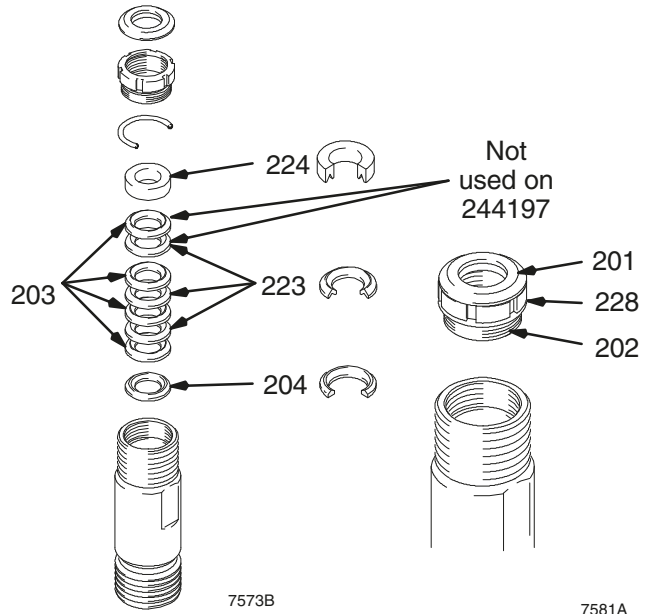

Рис. 11
Рис. 11. Перед сборкой замочите все кожаные уплотнения в масле SAE 30W как минимум на 1 час. Установите внутренний сальник (204). Либо набейте полиэтиленом сверхвысокого молекулярного веса (203) и установите кожаные уплотнения (223) (отметьте положение). Установите наружный сальник (224). Установите уплотнение (201), гайку уплотнения (202) и регулировочную шайбу горловины (228).